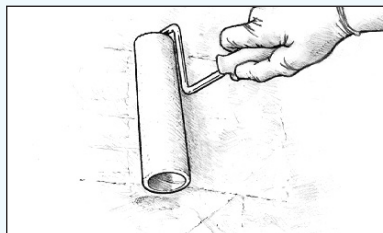

Figure 30 Passer le rouleau légèrement et de façon aléatoire sur une petite surface. Étaler l'époxy en une mince couche uniforme.
4. Passez le rouleau légèrement et de façon aléatoire sur une surface d'environ 600 x 600 mm pour transférer l'époxy uniformément sur la surface (*Figure 30*).